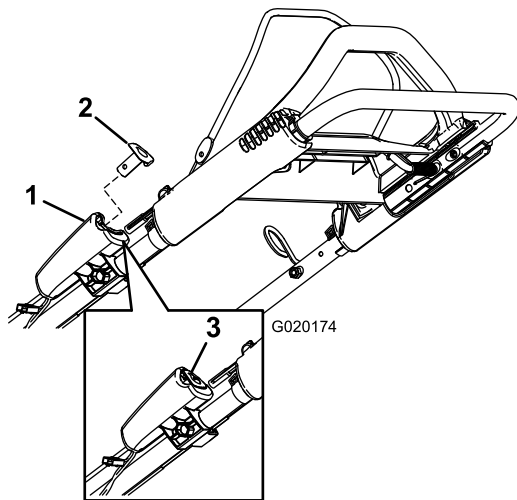

Figura 18
2. Pulse el botón de arranque eléctrico hasta que arranque el motor (Figura 18).
Nota: Si se ha retirado el botón de arranque eléctrico, introdúzcalo en el arrancador eléctrico; consulte Figura 18.